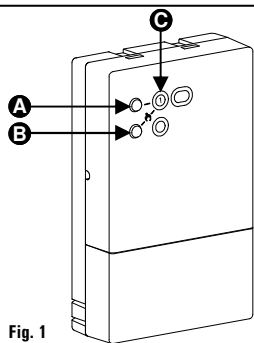

Fig. 1
LED (C en Fig. 1)
BOTÓN DE AUTOAPRENDIZAJE (A en Fig. 1)
BOTÓN MANEJO MANUAL (E en Fig. 1)
Para probar la instalación, es posible forzar manualmente la conmutación del relé de salida presionando el botón de manejo manual (B) Fig.1. Presionando repetidas veces el botón se puede desplazar en el ciclo por los siguientes estados: